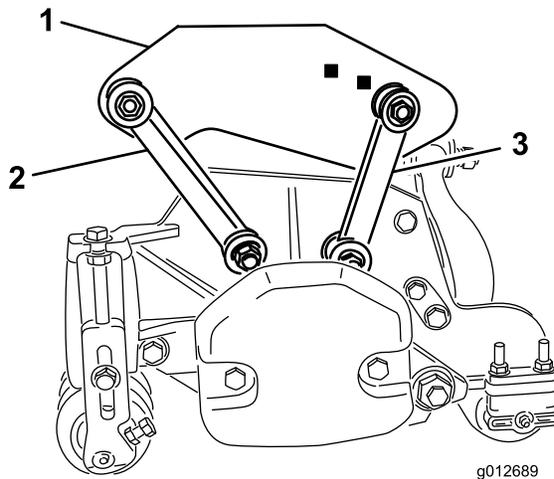

Рисунок 19
- Прикрепите передние монтажные тяги к отверстиям несущих рам с помощью болтов ( $\frac{3}{8}$  x  $2\frac{1}{4}$  дюйма), двух плоских шайб и контргаек, как показано на Рисунок 19. Во время монтажа установите с каждой стороны тяги по шайбе. Затяните крепежные элементы с моментом 42 Н·м.
- Прикрепите задние монтажные тяги к отверстиям задних несущих рам с помощью болтов ( $\frac{3}{8}$  x  $2\frac{1}{4}$  дюйма), двух плоских шайб и контргаек, как показано на Рисунок 19. Во время монтажа установите с каждой стороны тяги по шайбе. Затяните крепежные элементы с моментом 42 Н·м.